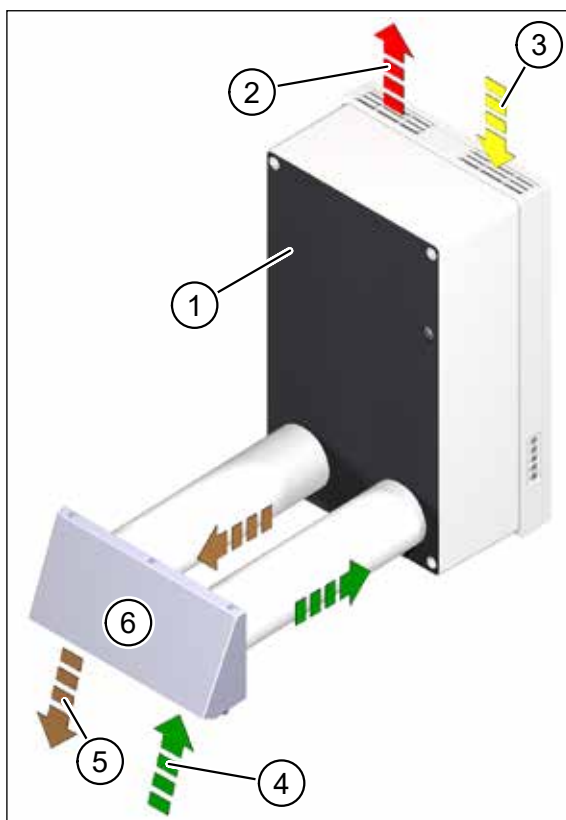
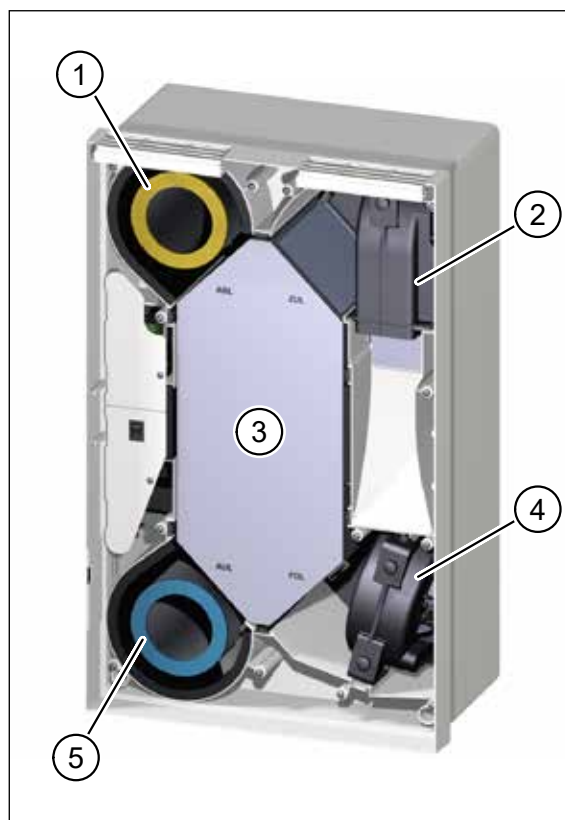

Fig. 9 : Principe de fonctionnement de l'appareil
Fig. 10 : Composants relatifs au renouvellement de l'air
| Pos. dans Fig. 9 | Désignation |
| Pos. dans Fig. 10 | Désignation |
L'appareil d'aération est caractérisé par un mode de fonctionnement continu, un acheminement simultané de l'air neuf et de l'air repris, ainsi que le guidage et le filtrage séparés de l'air neuf et de l'air repris. Les ventilateurs autorégulateurs (constance du débit volumétrique) sont agencés côté air fourni et air rejeté. Le ventilateur d'air fourni (pos. 2 dans Fig. 10) achemine l'air neuf (pos. 4 dans Fig. 9) par le biais du filtre d'air neuf (pos. 5 dans Fig. 10) et de l'échangeur thermique à plaques à contre-courant croisé (pos. 3 dans Fig. 10) à l'intérieur, en tant qu'air fourni (pos. 2 dans Fig. 9). Le ventilateur d'air rejeté (pos. 4 dans Fig. 10) aspire l'air repris (pos. 3 dans Fig. 9) de l'intérieur des pièces. L'air repris est épuré dans le filtre d'air repris (pos. 1 dans Fig. 10), guidé par le biais de l'échangeur thermique à plaques à contre-courant croisé et évacué comme air rejeté (pos. 5 dans Fig. 9) vers l'extérieur. Les ventilateurs d'air fourni et d'air repris transportent respectivement le même volume d'air. La pression interne demeure presque constante.